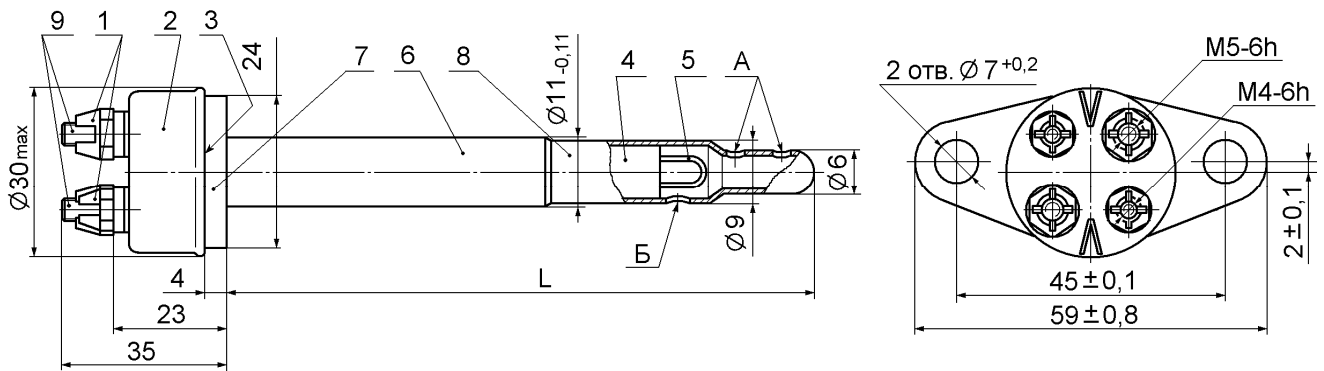

Рисунок 2 – Габаритный чертеж термопреобразователей ТХА-75, ТХА-100
1.4.2 Термопреобразователь сдвоенного типа, т.е. в одном корпусе 6 (рисунок 2) размещены две самостоятельные хромель-алюмелевые термопары 5. Кабельная термовставка 5 термопреобразователей, изображенных на рисунке 3, также имеет внутри кабеля две изолированные от корпуса и между собой хромель-алюмелевые термопары.
1.4.4 Изоляция термоэлектродов 5 в корпусе 6 (рисунок 2) осуществляется керамическими трубками, а во втулке 4 – термоцементной массой.